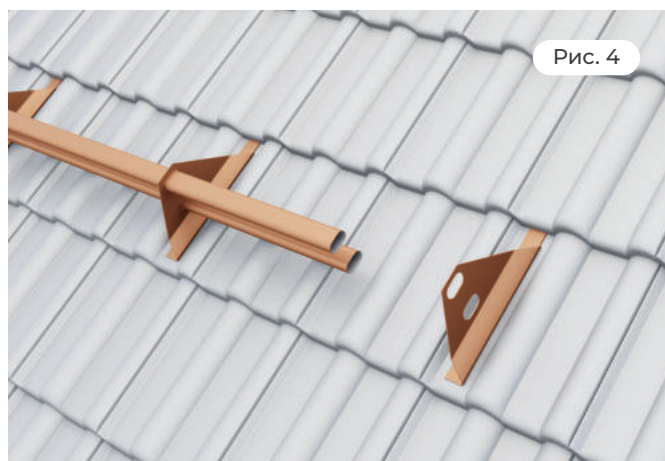

Рис. 4
- Трубы устанавливаются в отверстия кронштейнов (Рис. 4).